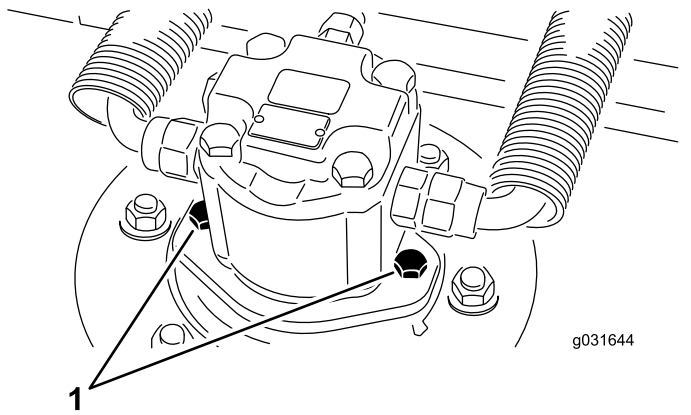

图 66
2. 卸下液压马达安装螺丝从剪草刀盘上断开并拆除液压马达 图 66。
4. 使用液压马达安装螺丝将液压马达安装到刀盘上 图 66。